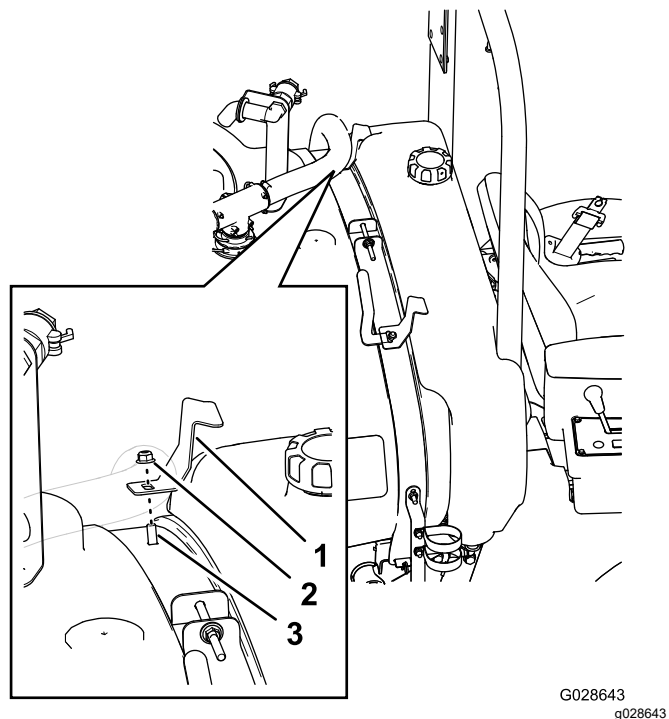

Figura 14
- Alinhe o depósito de lavagem com o depósito do pulverizador, conforme indicado na Figura 14.
5. Alinhe o suporte do depósito esquerdo no parafuso de carroçaria (3/8 x 1 pol.) nos orifícios superiores interiores da cinta dianteira esquerda (Figura 14).
- Fixe o suporte do depósito ao parafuso de carroçaria e à cinta (Figura 14) com uma porca de bloqueio flangeada (3/8 pol.).